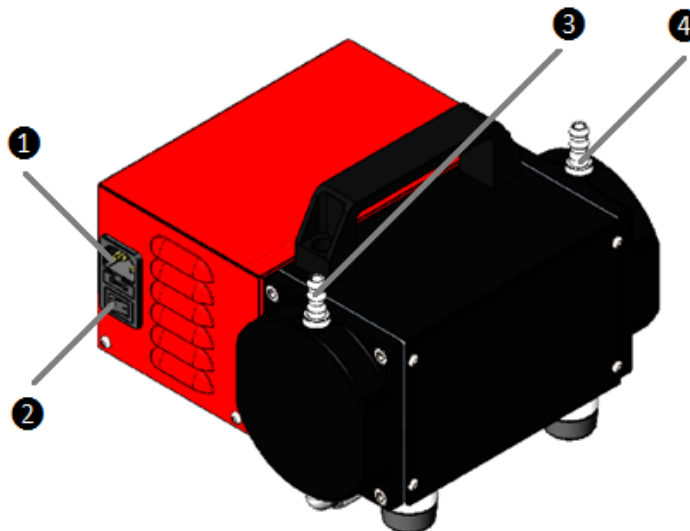

Рис. 1 – Органи управління насосом
5.1.1. Органи управління насосом позначені на рис. 1